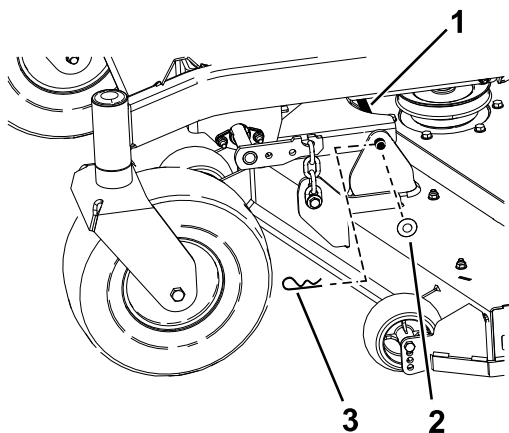

Figure 60
5. Retirez la goupille fendue et la rondelle qui fixent la barre de liaison au cadre et au tablier, et enlevez la barre de liaison (Figure 60).
9. Fixez la barre de liaison avec les goupilles fendues et les rondelles retirées précédemment (Figure 60).